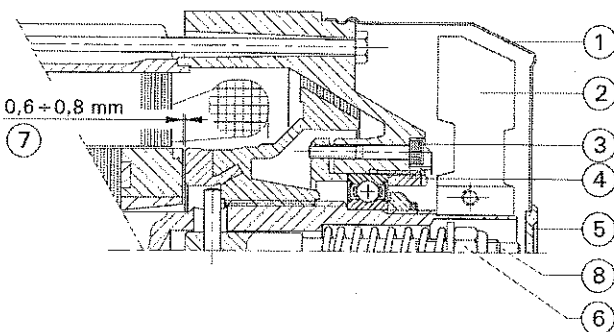

Fig.7
8.2 REGLAJE DEL FRENO DEL MOTOR (fig. 7)